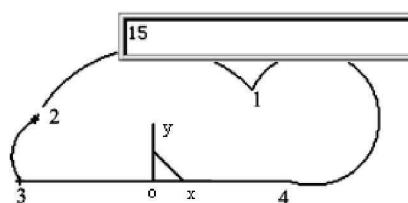

图 2-6
(7) 按回车键→用鼠标捕捉“2”点→捕捉“3”点→移动光标到合适位置，按回车键→选择两点半径输入“半径”15→按回车键结束，结果如图 2-6 所示。